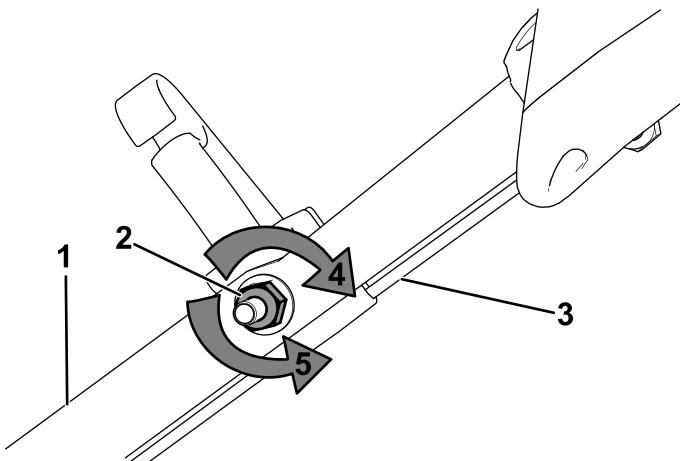

Figura 29
- Girate il dado di regolazione in senso antiorario per allentare la regolazione del cavo (Figura 29).
- Regolate la tensione del cavo (Figura 29) tirandolo indietro o spingendolo in avanti e mantenendo quella posizione.